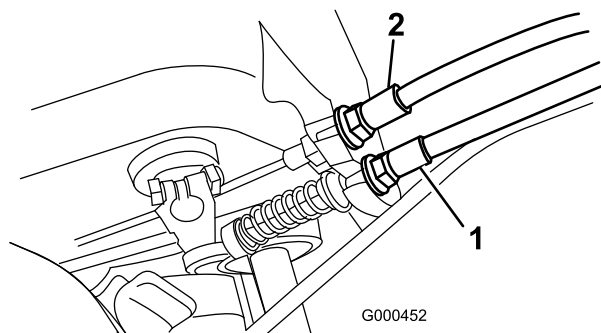

図 44
2. 走行ケーブルの前ジャム・ナットをゆるめ、後ジャム・ナット（図 44）を締めてケーブルの張りを出し、5.4～7.3 kgの力で走行コントロールがつかないようにする。